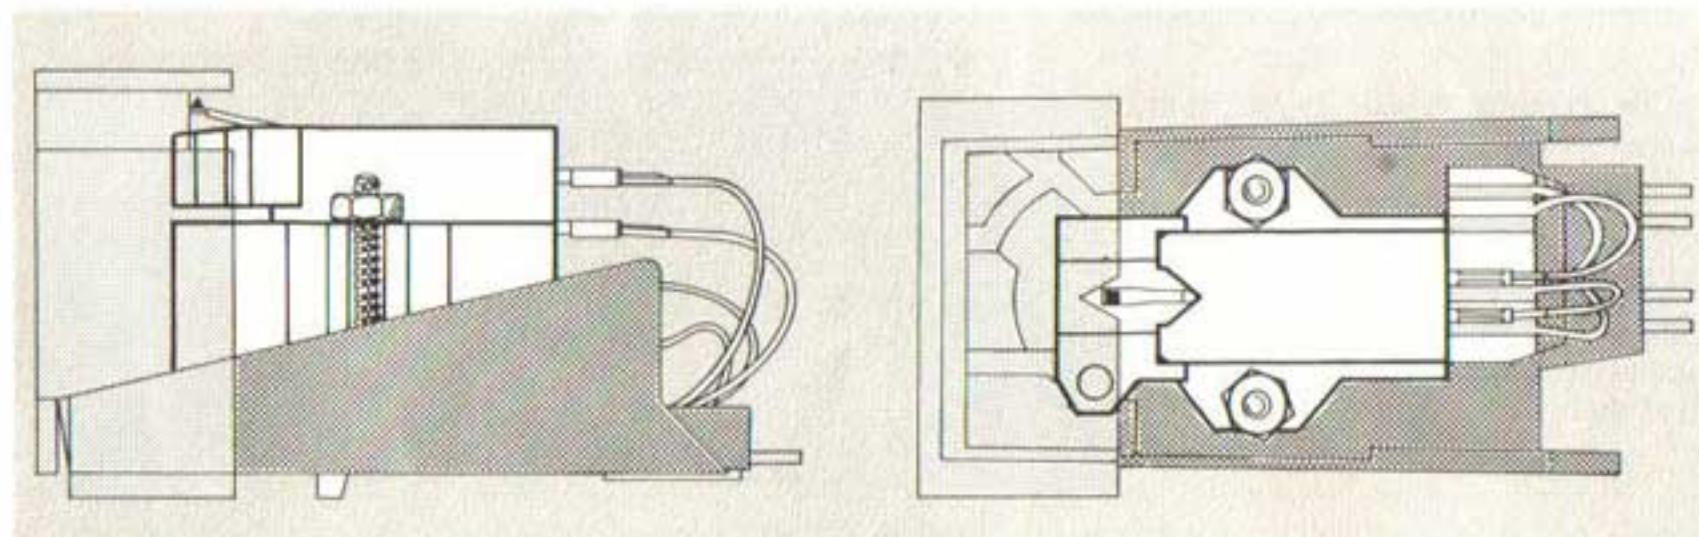

Fig. 15
2. Befestigen Sie das Tonabnehmersystem unter Verwendung des dem Tonabnehmersystem beigefügten Zubehörs auf dem Systemträger. Zu beachten ist, daß das Tonabnehmersystem mit der Systemlehre am geometrisch richtigen Ort im Systemträger montiert wird (Fig. 15).
2. Using the hardware provided, mount the cartridge on the cartridge holder. Use the gauge to make sure that the cartridge is mounted in the geometrically proper place in the cartridge holder (fig. 15).
2. Fixez la cellule sur le porte-cellule en utilisant les accessoires joints à la cellule. A l'aide du gabarit, vérifiez que la cellule est montée à l'emplacement géométrique correct dans le porte-cellule. (fig. 15).
2. Bevestig het element op de houder en gebruik voor de plaatsbepaling de meegeleverde hulpstukken (fig. 15), zodat de naald geometrisch in de juiste positie komt.